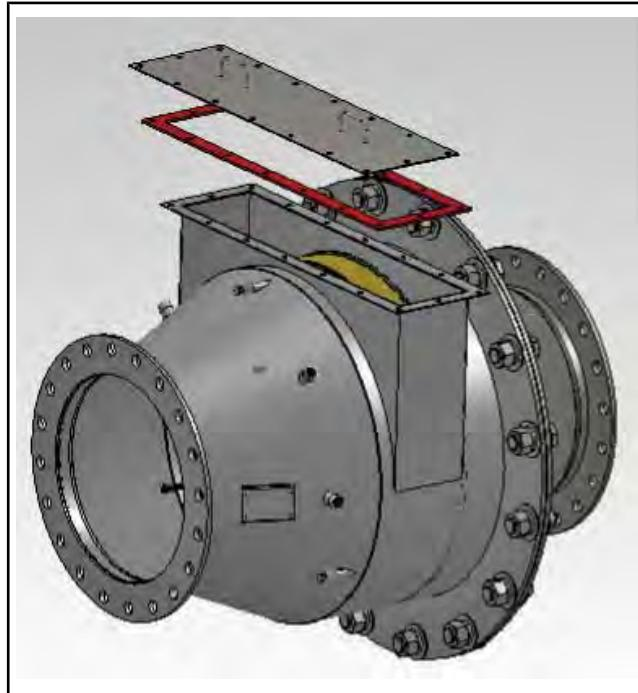

Рисунок 15.10-4: Снятие крышки элемента
6. Извлеките болты, шайбы, стопорные шайбы и гайки, удерживающие крышку (см. Рисунок 15.10-4).